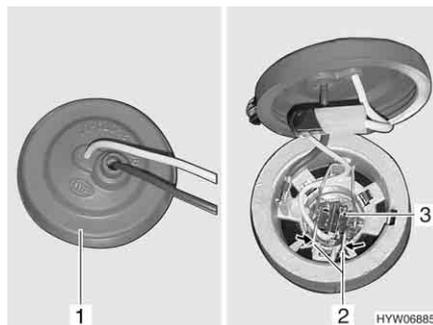

Fig. 256 Luce fendinebbia
- Afferrare dietro la luce fendinebbia e togliere il copripolvere di gomma dall'involucro (Fig. 256,1).
- Stringere la staffa di metallo (Fig. 256,2) ed estrarla dal supporto.
- Estrarre dall'involucro la lampada ad incandescenza (Fig. 256,3) con il cavo.